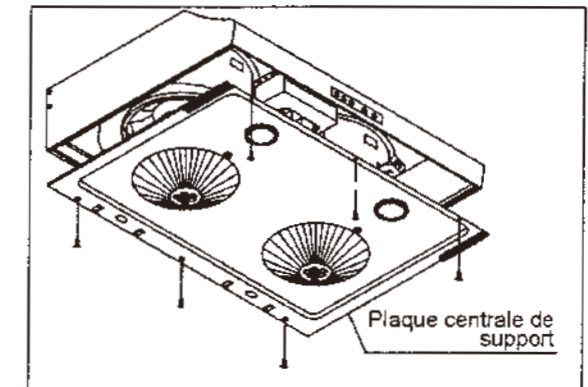
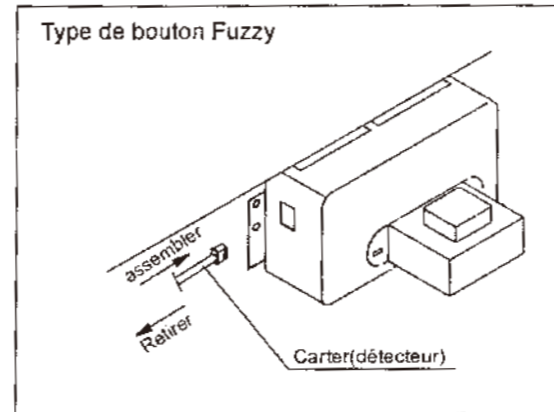

Fig. 18 Réattachez la plaque centrale de support
Fig. 13 Branchez le carter
12. Après avoir terminé l'installation, veuillez monter le couvercle au support de la lampe. (Fig.13), puis le vissez sur la plaque centrale de support. (Fig.18).